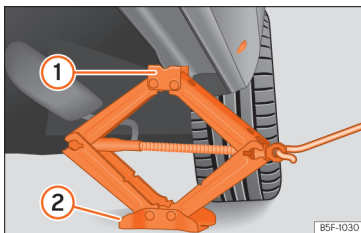

Abb. 77 Wagenheber anbringen
- Drehen Sie die Kurbel des unter dem Aufnahmepunkt des Längsträgers befindlichen Wagenhebers*, bis sich die Nase ① » » **Abb. 77** unter der vorgesehenen Einföhrung befindet.
- Richten Sie den Wagenheber* so aus, dass sein Aufnahmehorn ① in die dafür vorgesehene Aufnahme am Längsträger „greift“ und die bewegliche Grundplatte ② plan auf dem Boden aufliegt. Die Bodenplatte ② muss sich dabei senkrecht unter dem Aufnahmepunkt ① befinden.